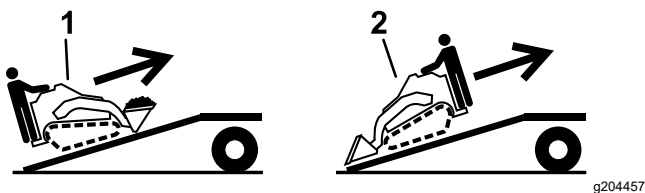

Figure 26
5. Chargez la machine sur la remorque en plaçant le côté le plus lourd en haut de la rampe et en maintenant la charge en bas (Figure 26).